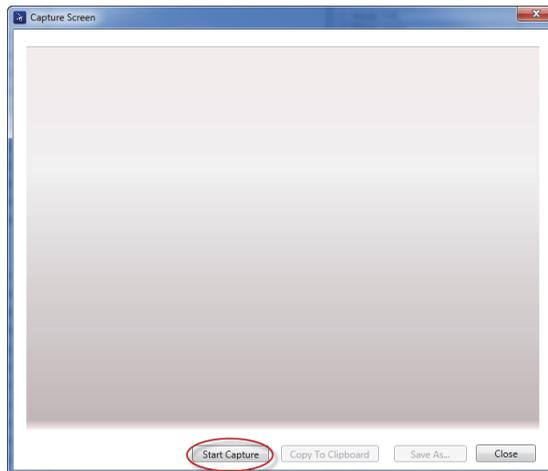

Figura 7-2 Cuadro de diálogo Capture Screen
El cuadro de diálogo **Capture Screen** aparece. Ver la Figura 7-2 en la página 192.
4. En el cuadro de diálogo **Capture Screen** haga clic en el botón **Start Capture**. Ver la Figura 7-2 en la página 192.